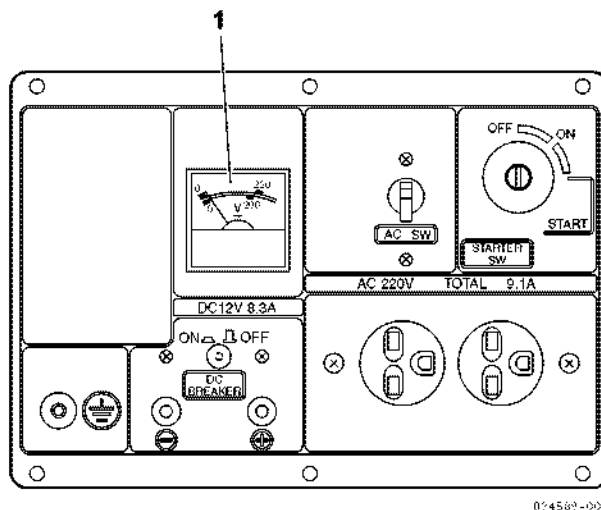
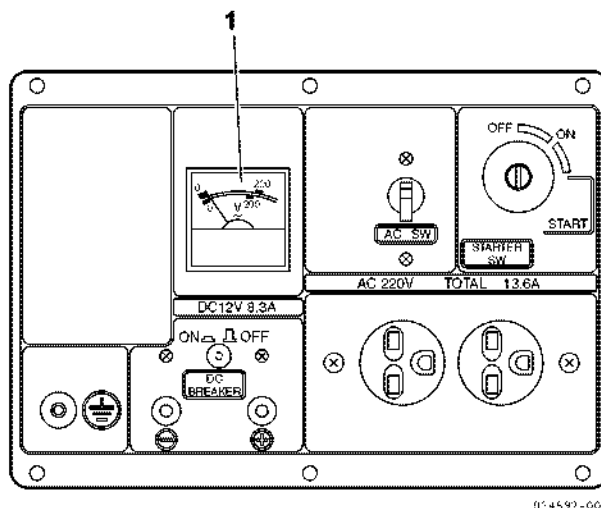
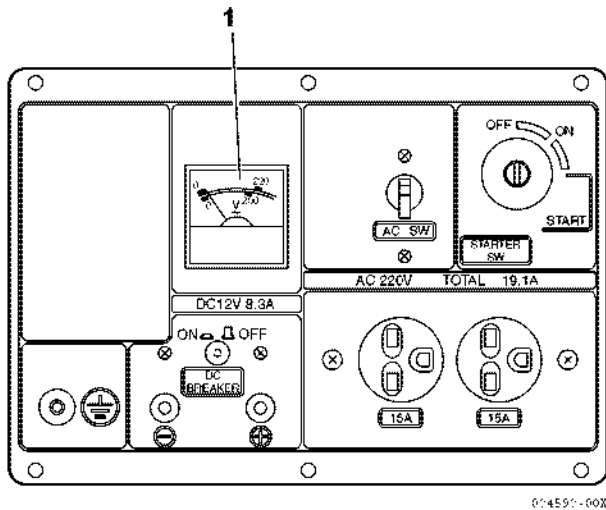
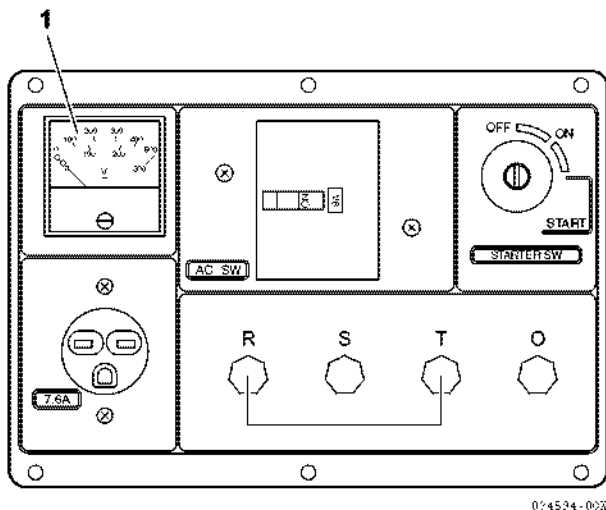

Рис. 59
Рис. 60
Рис. 61
Рис. 62
1. Заведите двигатель. См. **уск генератора** на стр. 58. Как только двигатель завелся, проверьте показания вольтметра (Рис. 59, (1)) или (Рис. 60, (1)) или (Рис. 61, (1)) или (Рис. 62, (1)) и убедитесь, что на выходе нужное напряжение. Если на вольтметре нулевые показания — **ОСТАНОВИТЕ** генератор; возможно генератор или вольтметр неисправен.